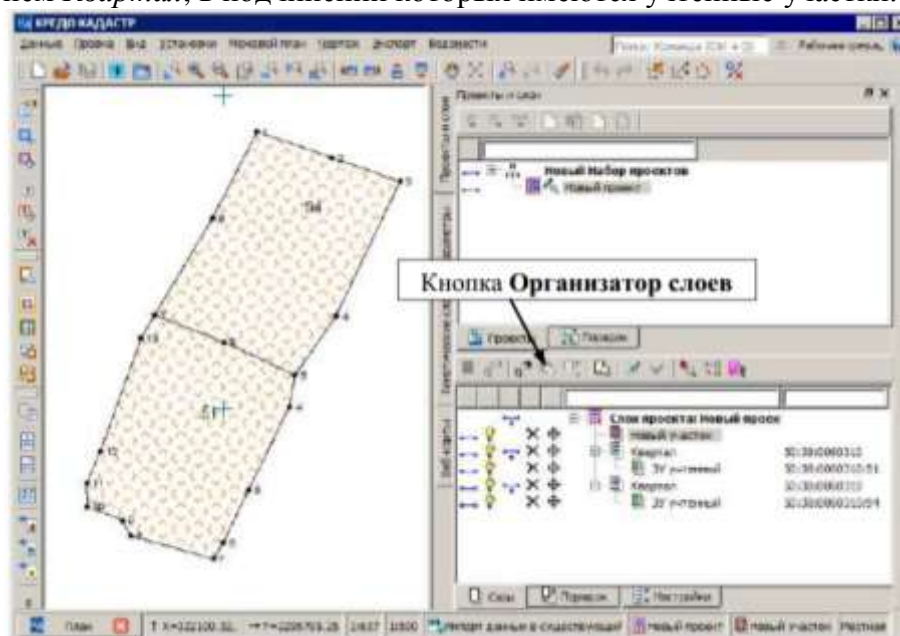

Рисунок 30– Окно параметров
9. В результате получены два смежных участка (рис. 30).
- Активизируйте на локальной панели окна **Слой** кнопку **Организатор слоев**  (рис. 30).